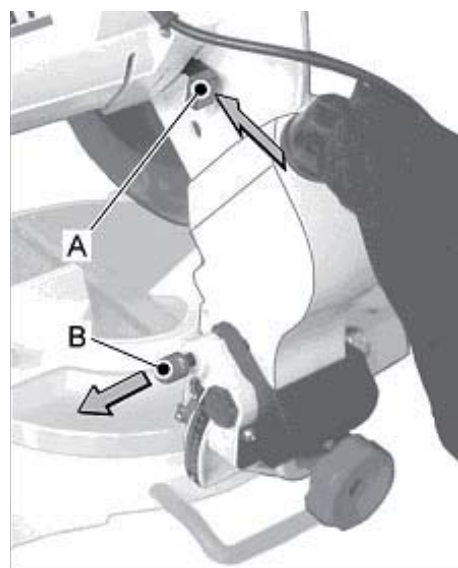

Рис. 6
- Снимите пильный диск и замените его (B, Рис. 6), причем зубья должны быть направлены по направлению стрелки на защитном кожухе.